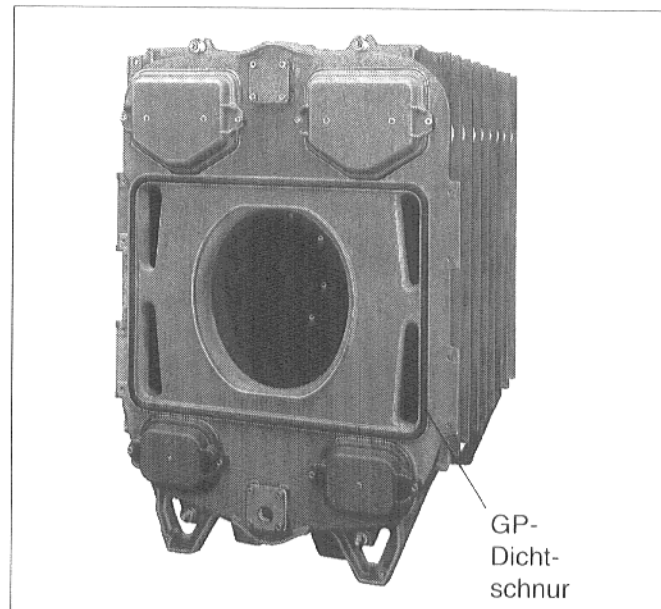

Abb. 28
- Einige Tropfen Kleber (Mat.nr. 422841) im Abstand von 15 bis 20 cm in die Dichtnut einbringen. GP-Dichtschnur in die Dichtnut am Vorderglied (Abb. 28) einlegen.